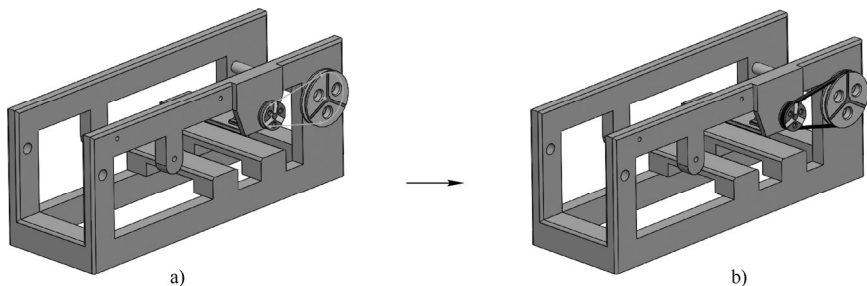

图 11-27 创建带实体
STEP 2 编辑“皮带/链”特征包含的实体特征，选择一面（或创建基准面）绘制带的横截面，然后使用“扫描”特征，创建带实体，如图 11-27 所示。